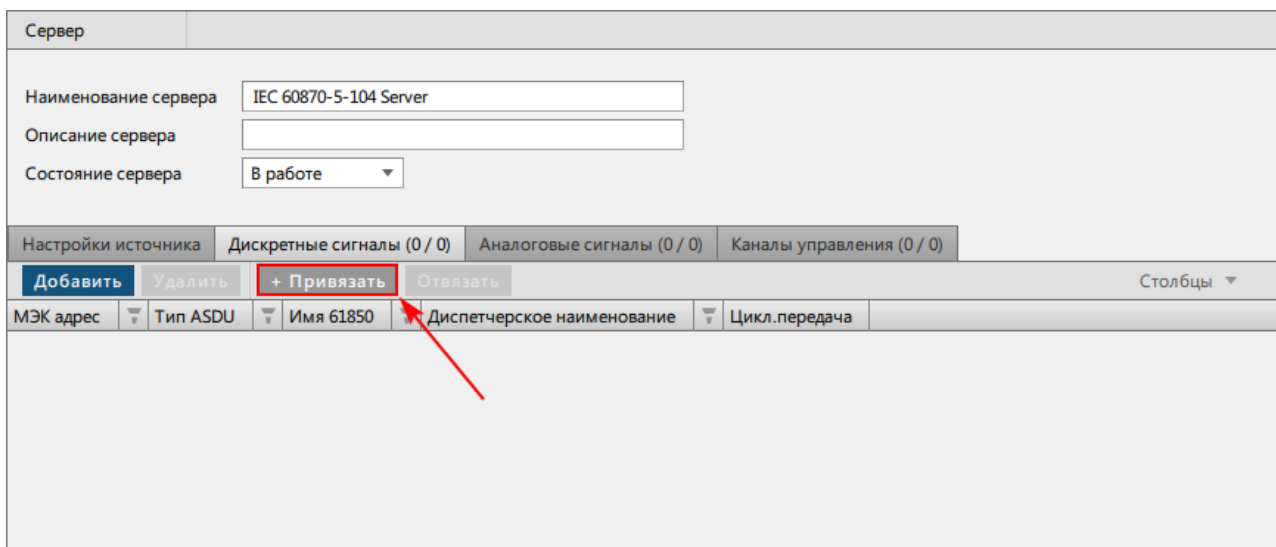

Рисунок 190 - Привязка сигнала
- Нажмите **+ Привязать** (Рисунок 190).